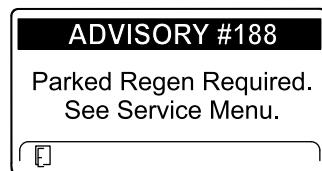

Figure 53
- Régénération en stationnement requise Avis N° 188 (Figure 53)